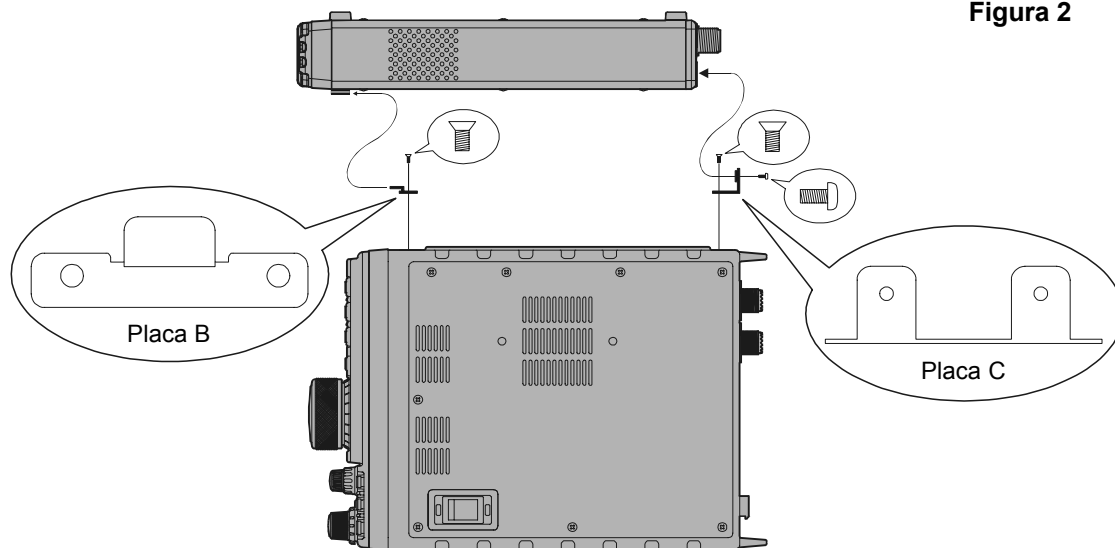

Figura 3
3. Después de retirar los cuatro tarugos de caucho con sus cuatro tornillos respectivos (figura 2), posicione las placas de montaje "B" y "C" de tal forma de alinear sus agujeros con los del transceptor **FT-897D**, y fíjelas a continuación con los tornillos que se suministran con el sintonizador (figura 3).
4. Para instalar el sintonizador **FC-30**, coloque primero el dispositivo de modo que la placa de montaje "A" en el costado encaje justo dentro de la placa de montaje "B" en el **FT-897D** (figura 3) y fije posteriormente la placa "C" (en el **FT-897D**) al **FC-30** utilizando los tornillos que se suministran con el referido sintonizador (figura 1).